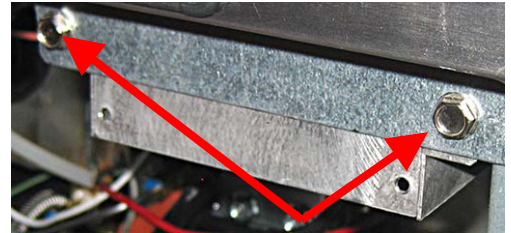

図 7
7. 点火装置モジュールを固定している 2 本のネジを外します (図 7 参照)。